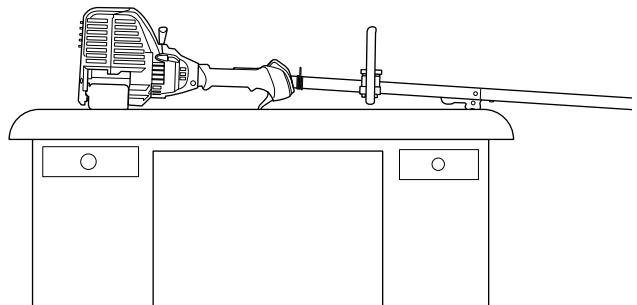

Fig. 11
- Ubique la unidad sobre una superficie plana y nivelada**, como un banco de trabajo o una mesa. El protector del cabezal de corte debe quedar colgando del borde de manera que el motor quede nivelado (Fig. 11).